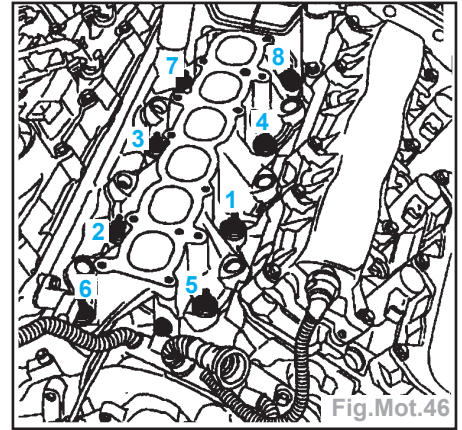

Fig.Mot.46
- Approcher les vis de l'ensemble répartiteur d'air / rampe d'injection, effectuer un presserrage à 0,5 daN.m, puis serrer au couple de 1,0 daN.m (dans l'ordre indiqué) (Fig.Mot.46).